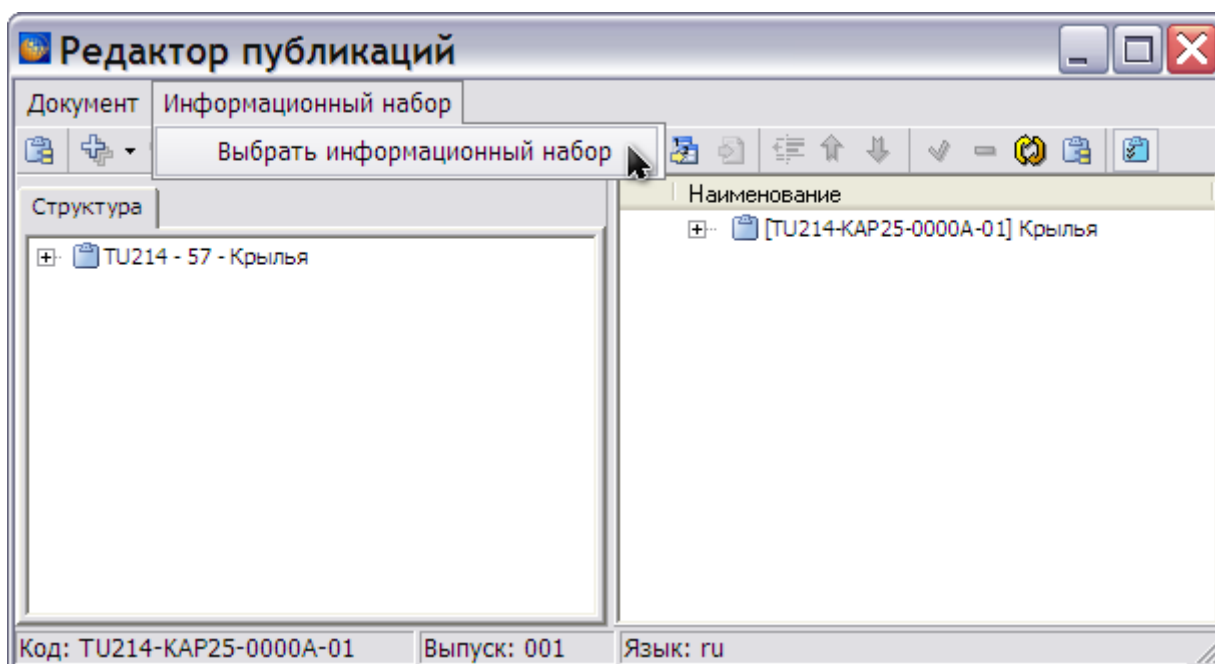
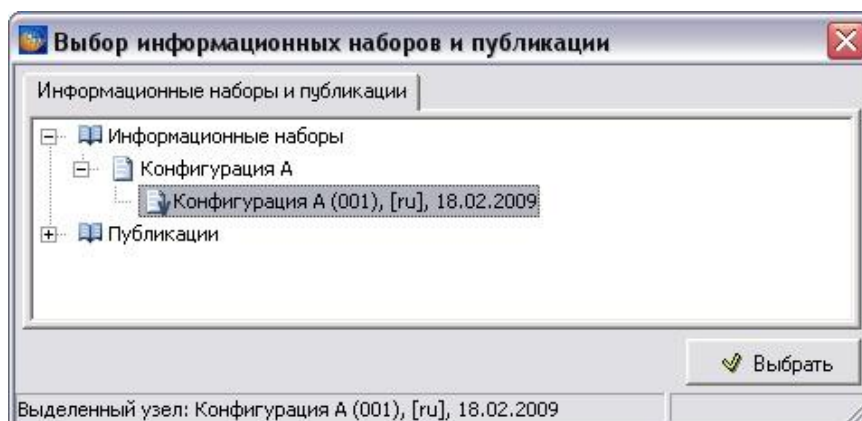

Рис. 24.10. Выбор информационного набора для наполнения публикации
Рис. 24.11. Выбор информационного набора для наполнения публикации (продолжение)
8. В редакторе публикаций выберите информационный набор для заполнения публикации (Рис. 24.10, Рис. 24.11).